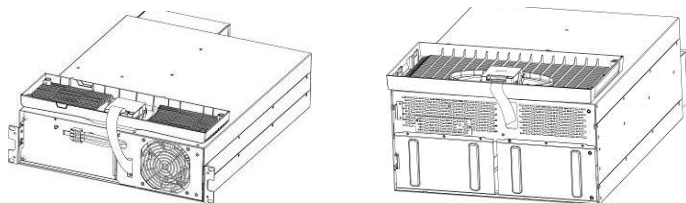

Figura 7: Pannello frontale del sistema XANTO S 6000 e 10000
3. Rimuovere il pannello frontale (vedi Figura 7).